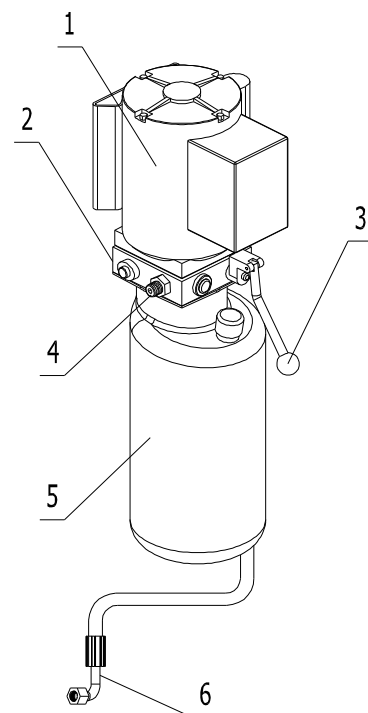

Рис. 5
1. два гидравлических цилиндра (8) для подъема автомобиля, установленных в стойках;
2. гидравлическую насосную станцию (см. рис.5), которая размещена на стойке управления.
## 1.4 ГИДРАВЛИЧЕСКИЙ СИЛОВОЙ АГРЕГАТ (рис. 5)